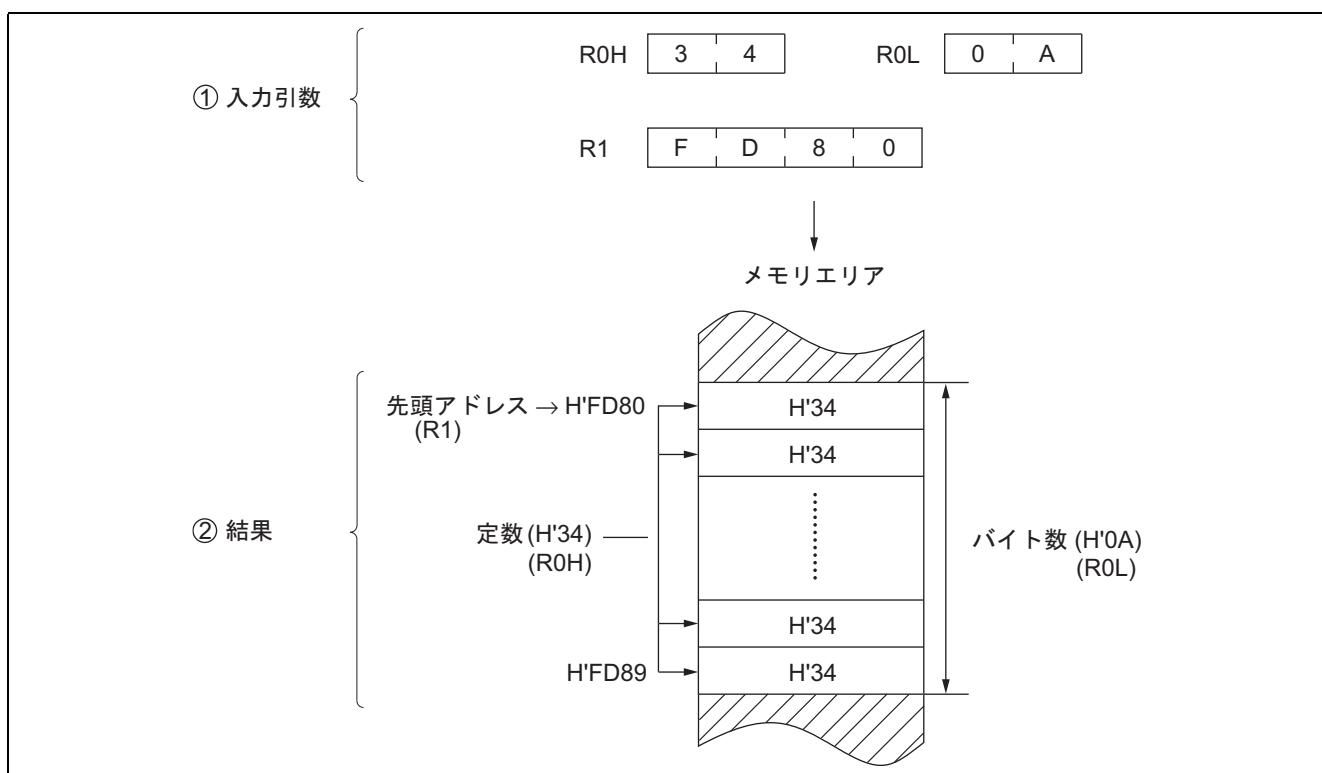

図 1-1 ソフトウェア FILL の実行例
(2) 図 1-1 にソフトウェア FILL の実行例を示します。